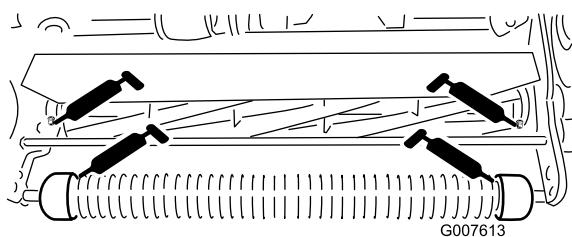

図 14
- ・ 前ローラ (2ヶ所) (図 14)
- ・ リール・ベアリング (2ヶ所) (図 14)